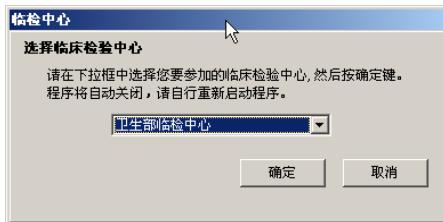

图 3-3-01 选择临床检验中心对话框
1. 选择临床检验中心：由于目前不同的临床检验中心在使用本系统开展室内质控实验室间比对活动，而不同的临床检验中心对应的数据库不同，所以要求用户选择自己参加的临检中心。在注册完成后系统会自动弹出选择临床检验中心对话框，见图 3-3-01，